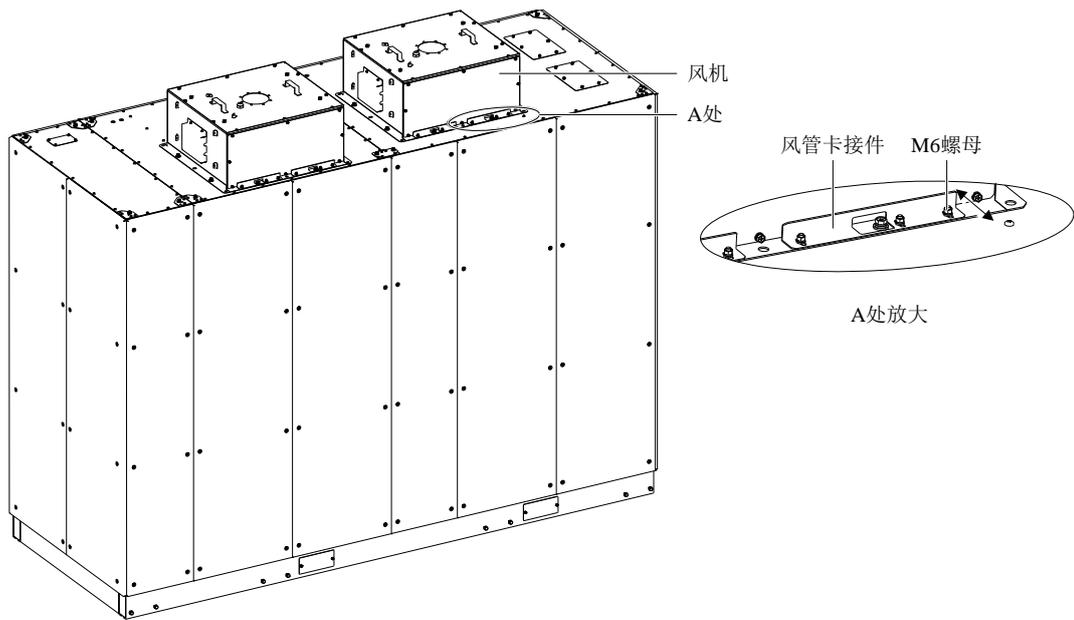

图2-33 调整风管卡接件的位置
2. 拧松风管卡接件上的 M6 螺母，按照图 2-33 中箭头所示方向前后调整风管卡接件的位置，使得风管卡接件和风机之间的缝隙等于风管安装法兰的厚度。